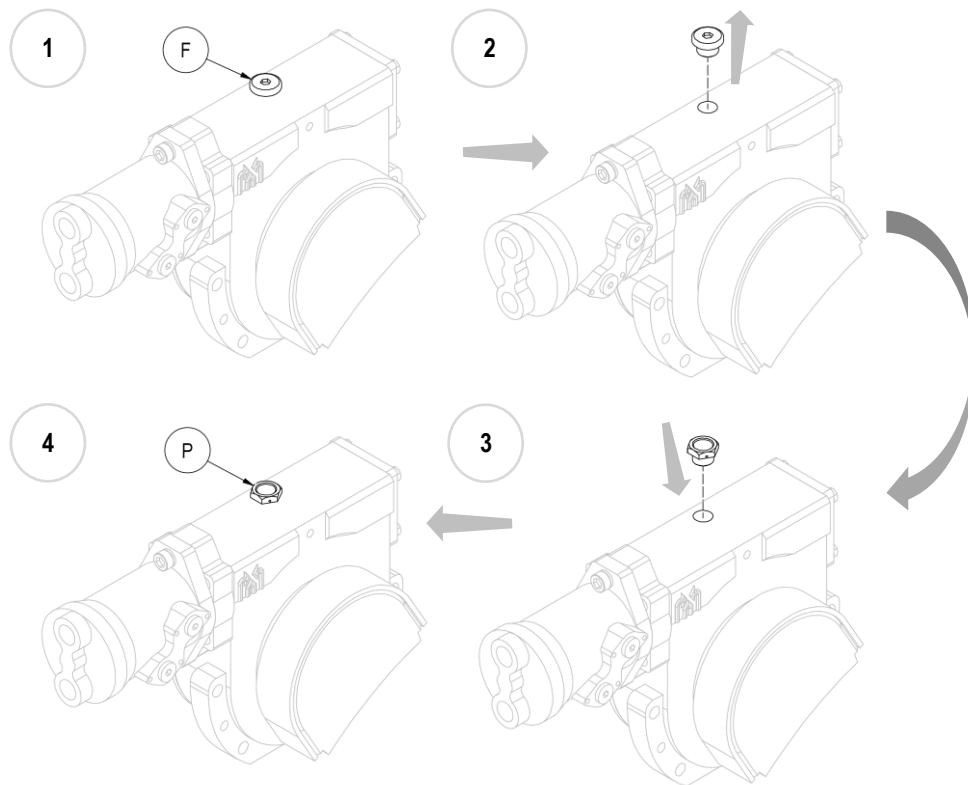

Figura 5
9. **N.B.** Con el implemento montado, reemplaze el tapón de llenado de aceite de hierro ciego (F) por el de plástico suministrado (P), equipado con un respiradero (mira Figura 5).